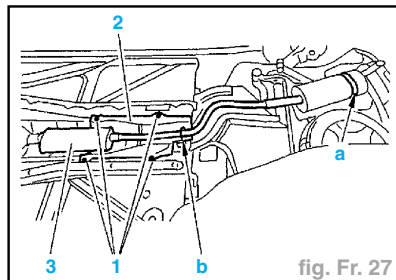

fig. Fr. 27
- Véhicules sans pot de détente (3) (fig. Fr. 27) :
- déposer les 4 vis de maintien (1) de l'écran thermique (2).
- glisser l'écran thermique (2) vers l'avant du véhicule.
- Véhicule avec pot de détente (3) :